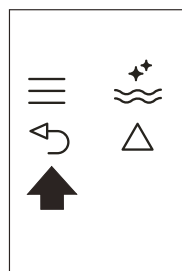

Fig. 25
- ▶ Prima duas vezes o ícone ↻ (B6) (Fig. 25) para sair do menu.